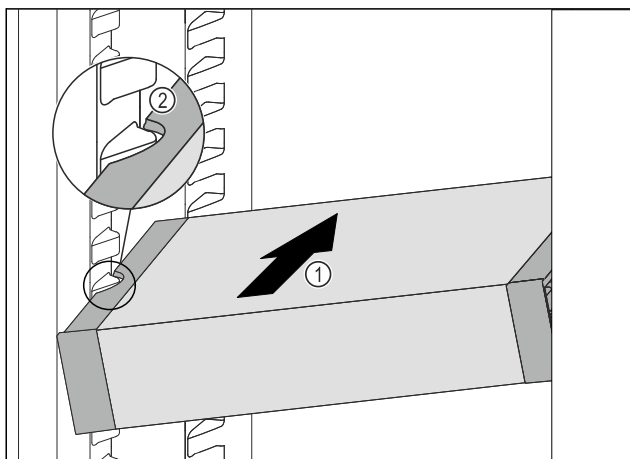

Fig. 89
- Introduzca el VarioSafe en posición oblicua en el compartimiento del frigorífico Fig. 89 (1) hasta que los huecos laterales Fig. 89 (2) del VarioSafe se encuentren a la altura de la nervadura del recipiente en el compartimento frigorífico.